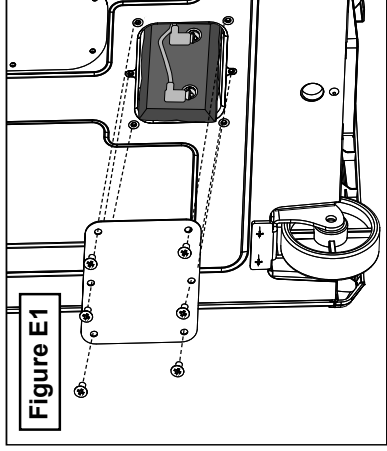

Figure E1
- Locate the access panel for the element on the back of the appliance. See Figure E1.
- Reattach the access panel on the back of the appliance. See Figure E1.
- Trouvez le panneau d'accès de l'élément qui se trouve à l'arrière de l'appareil. Voir la figure E1.
- Remettez le panneau d'accès à l'arrière de l'appareil. Voir la figure E1.
- Ubique el panel de acceso del elemento en la parte posterior del aparato. Vea la figura E1.
- Sujete de nuevo el panel de acceso a la parte posterior del aparato. Vea la figura E1.